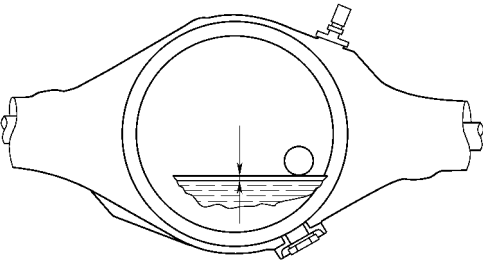

图 14-131 装上放油塞并注入差速器油
(4) 装上放油塞并注入差速器油，如图 14-131 所示。